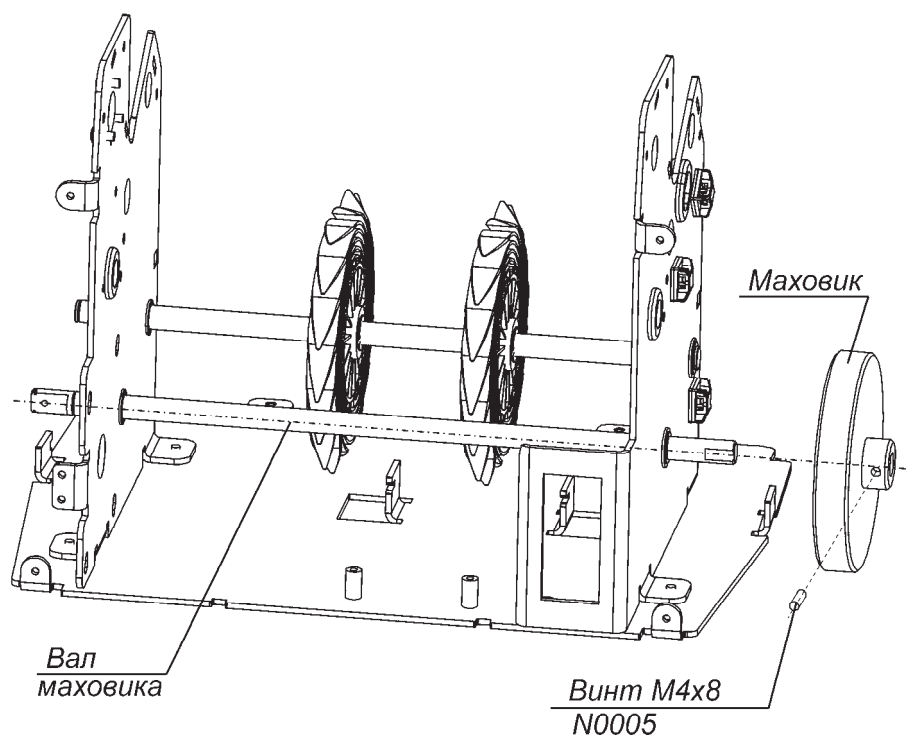

Рис. 33
2. Вывинтите винт M4x8 N0005, прижимающий маховик к валу маховика (рис. 33).
3. Снимите маховик (рис. 33).